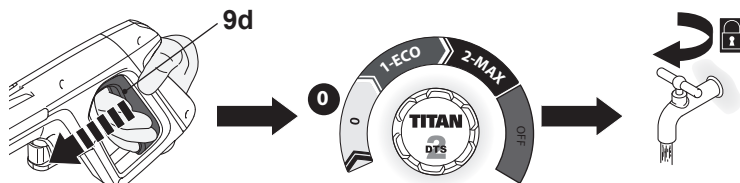

Fig. 24
1. Solte o gatilho (9d) (Fig. 24).